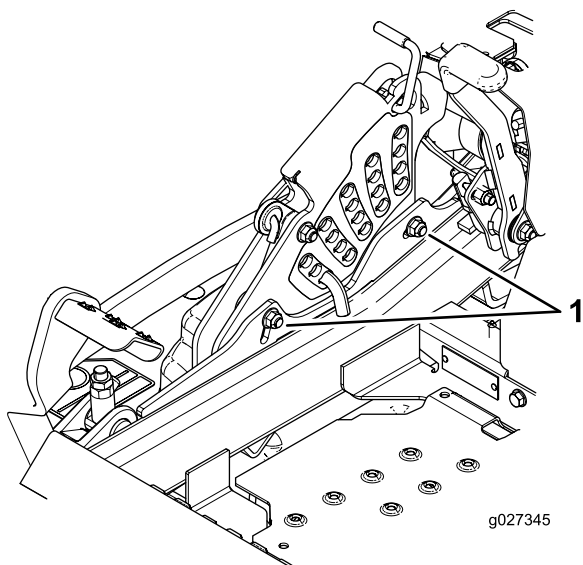

Figura 95
- 12. Para ajustar um sistema de ponto único, desaperte os dois parafusos na parte inferior da placa da altura de corte. Consulte a Figura 95.
14. Aperte os dois parafusos na parte inferior da placa da altura de corte (Figura 95). Aperte com 37-45 N-m.